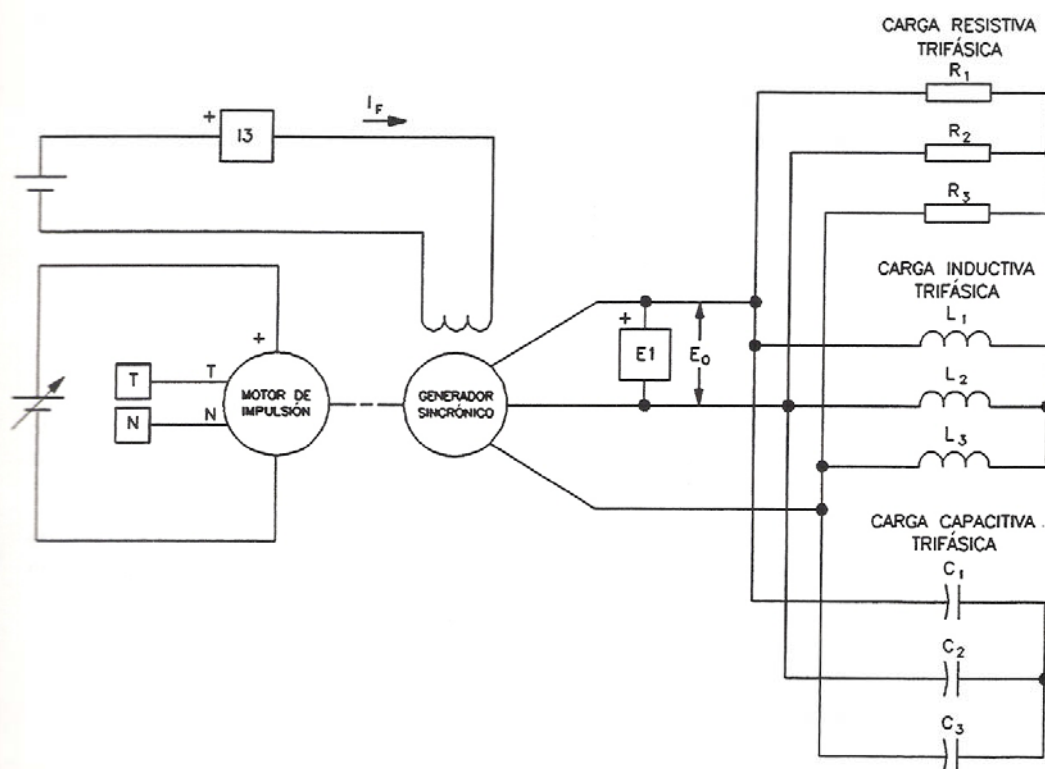

Figura 6-9. Generador sincrónico bajo carga acoplado al Motor de impulsión.
En la primera parte del ejercicio, usted montará el equipo en el Puesto de trabajo, lo conectará como lo muestra la Figura 6-9 y realizará los ajustes apropiados en el módulo Motor de impulsión / Dinamómetro.
- ☐ 5. Conecte el equipamiento como lo muestra la Figura 6-9. Abra todos los interruptores de los módulos Carga resistiva, Carga inductiva y Carga capacitiva.